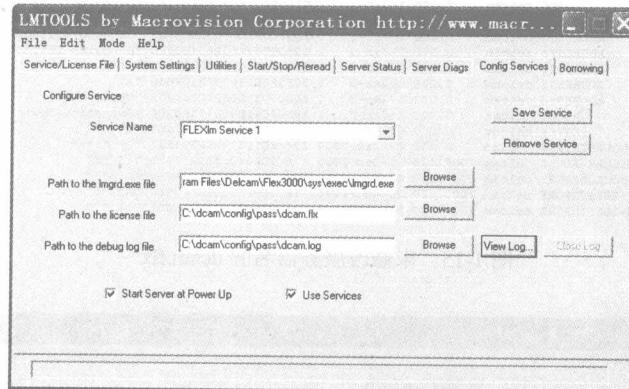

图 1-18 浮动授权设置
- ⑤ 接着设置管理工具，如图 1-18 所示，在“Path to the lmgrd.exe file”文本框旁单击 Browse 按钮，选取 Flex3000 安装路径 (...\\Delcam\\Flex3000\\sys\\exec) 下的“lmgrd.exe”文件，在“Path